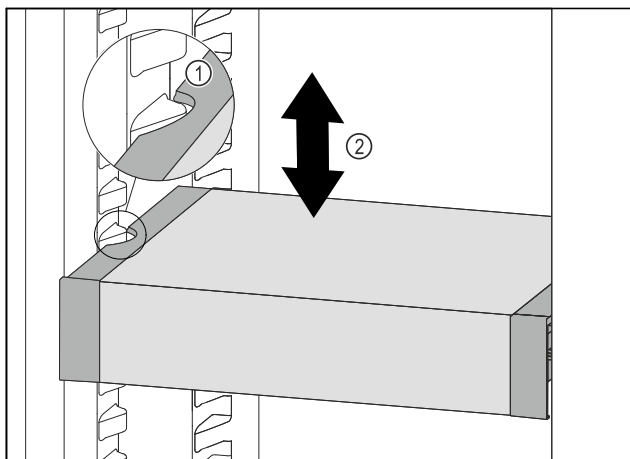

Fig. 94
- VarioSafe nach vorne ziehen, bis sich die seitlichen Aussparungen des VarioSafes auf Höhe der Behälterrippe im Kühlteil befinden. Fig. 94 (1)
- VarioSafe im Kühlteil nach oben oder unten bewegen, bis gewünschte Höhe erreicht ist. Fig. 94 (2)